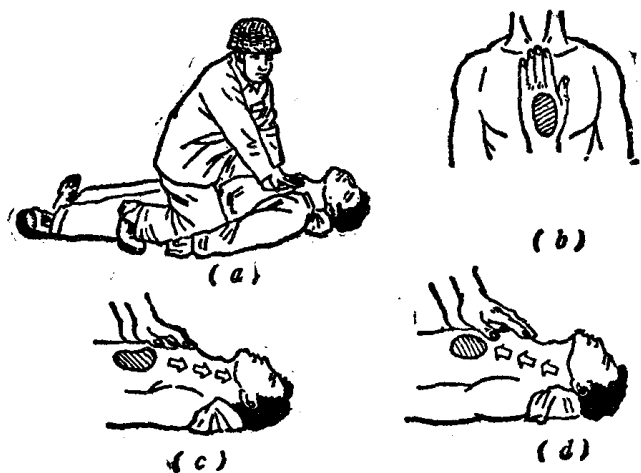

图1-2 胸外心脏挤压法
2) 胸外心脏挤压法，用于有呼吸无心跳的触电者(图1-2)。